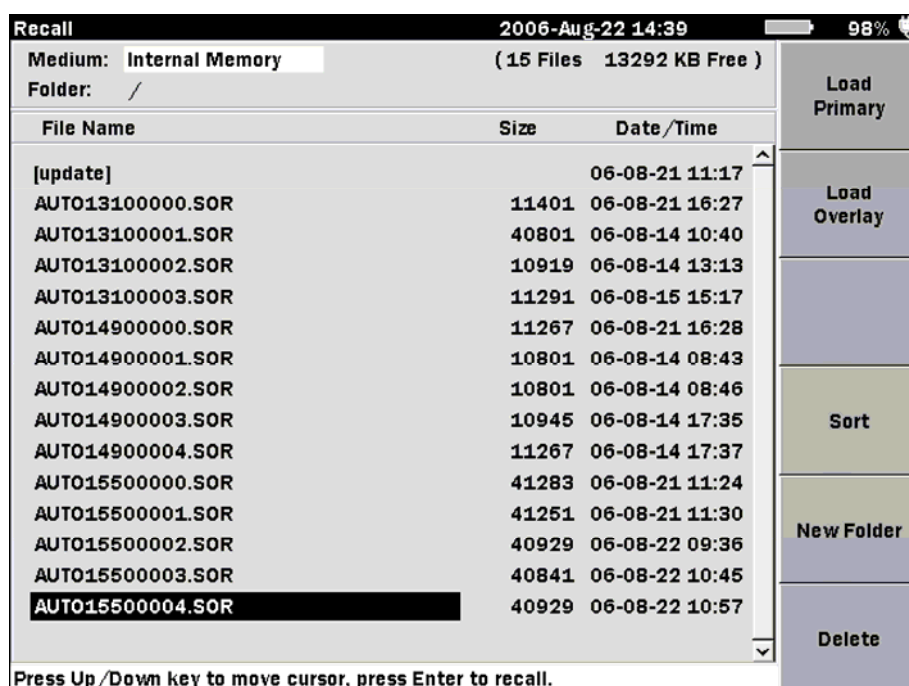

图4-18：文件调用画面
一共有五种排序方法，可在文件调用画面（图4-18）和保存画面（图4-21）下按F4功能键选择排序方法。
在文件调用画面（图4-18）下可删除保存在内存或USB存储器中的文件，步骤如下：
1. 按“文件”键，进入文件调用画面（图4-18）